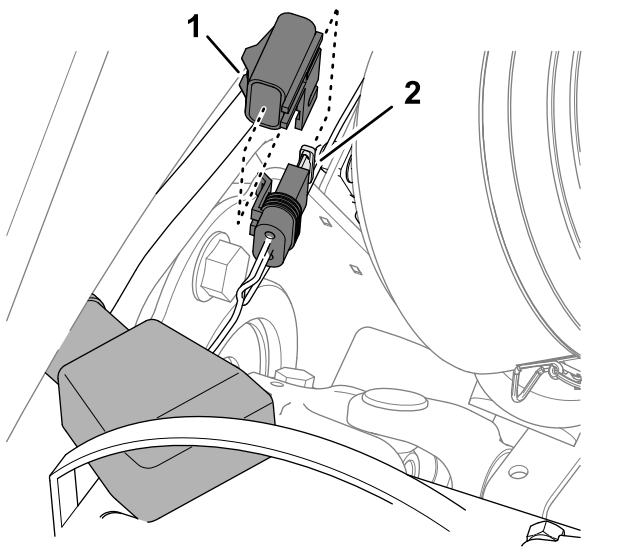

Figure 100
3. Localisez le porte-fusibles en ligne situé vers l'intérieur par rapport à la batterie (Figure 100).